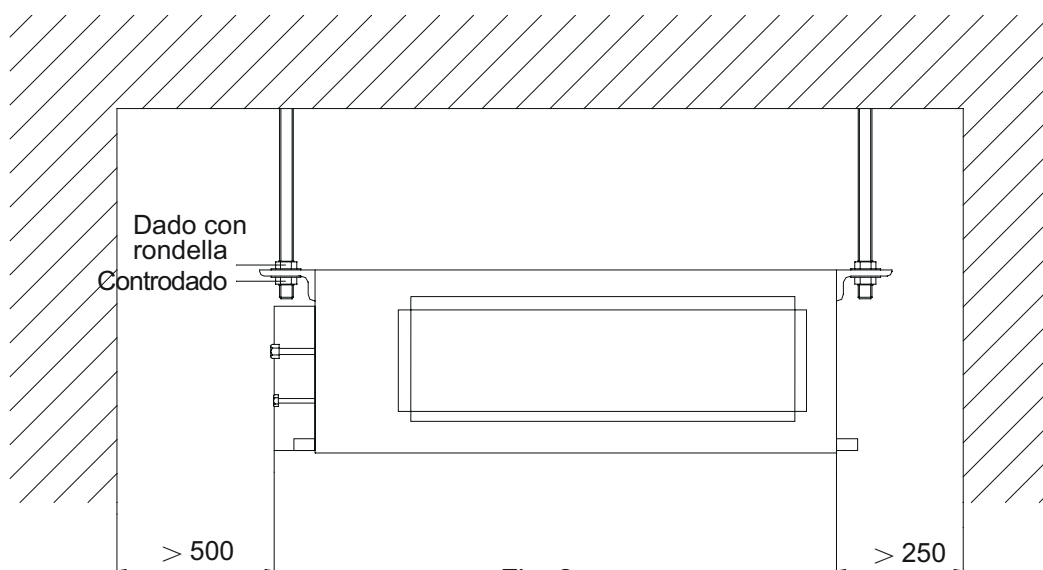

Fig. 2
- 4) Verificare che gli spazi di installazione corrispondano a quanto indicato in Fig.2, per garantire il libero accesso alla manutenzione.